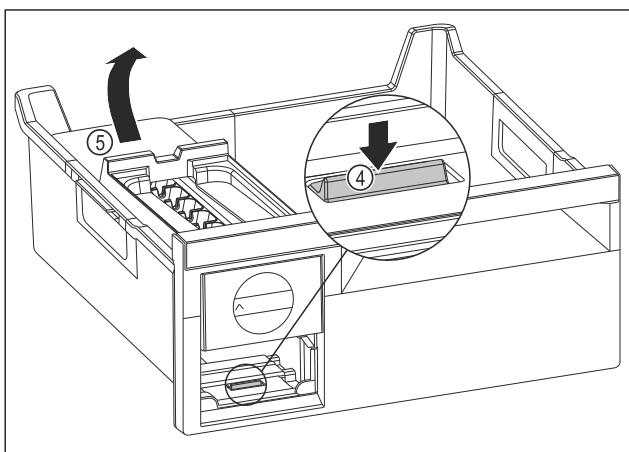

Fig. 82
- Изваждане на корпуса на EasyTwist-Ice: Натиснете езичето Fig. 82 (4) с пръст надолу и едновременно с това с другата ръка повдигнете корпуса на EasyTwist-Ice Fig. 82 (5) отзад.